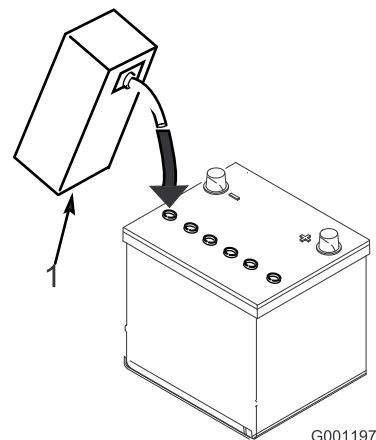

Bild 6
3. Füllen Sie vorsichtig in jede Zelle Elektrolyt ein, bis die Platten ungefähr mit 6 mm Flüssigkeit bedeckt sind (Bild 6).
4. Lassen Sie die Elektrolytflüssigkeit für 20 bis 30 Minuten in die Platten durchtränken. Füllen Sie nach Bedarf auf, um den Elektrolytfüllstand auf ungefähr 6 mm unter dem Einfüllstutzen anzuheben (Bild 6).